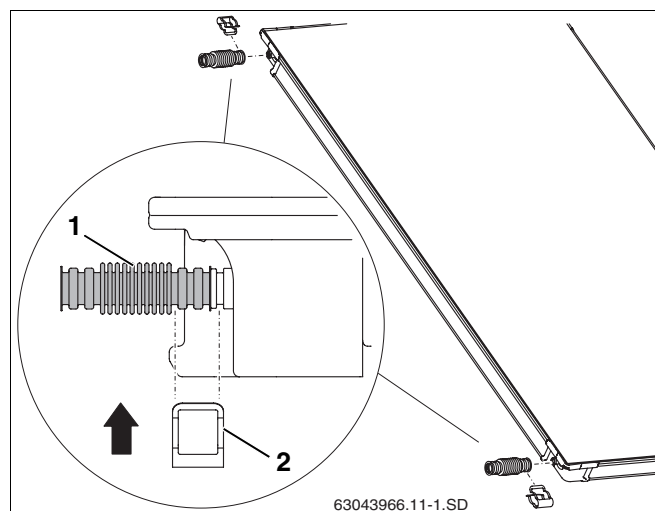

Рис. 25 Монтаж гофрированной соединительной трубы на первом коллекторе
- Надеть гофрированные трубы (рис. 25, **поз. 1**) на левые штуцеры первого коллектора.
- Установить зажимы (рис. 25, **поз. 2**) для фиксации гофрированных труб на штуцерах коллектора.